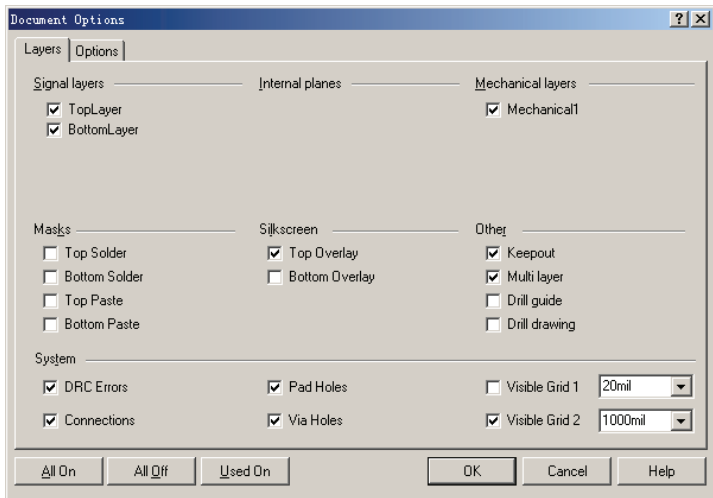

图 5-85 “Document Options” 对话框
1) 选择“Tools”→“Library Options”命令，系统将弹出如图 5-85 所示的“Document Options”对话框。
2) 在如图 5-85 所示的“Layers”选项卡中，可以设置元器件封装的层参数，一般用户可以选中“Pad Holes”（焊盘内孔）和“Via Holes”（过孔）两个复选框，其他则默认。